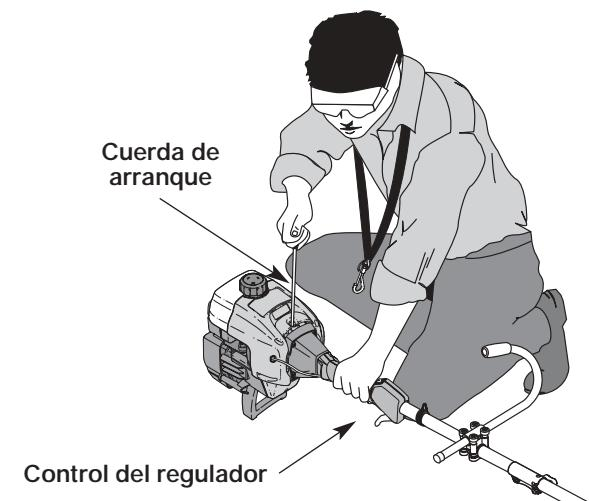

Fig. 18
ADVERTENCIA: Evite los arranques accidentales. Colóquese en posición de inicio cuando tire de la cuerda de arranque (Fig. 18). El operador y la unidad deben estar en una posición estable al arrancar la unidad para evitar graves lesiones personales.
5. Con la unidad en la posición de arranque (Fig. 18). **NO APRIETE EL CONTROL DE ACCELERACIÓN**, hale la cuerda de arranque con fuerza 5 veces, la palanca EZ-Start™ debe estar hacia la izquierda. SI la unidad empieza a funcionar antes de la quinta tirada de la cuerda, avance hacia el Paso 6.
1. Saque la mano del control del regulador (Fig. 18). Deje enfriar el motor en mínima.